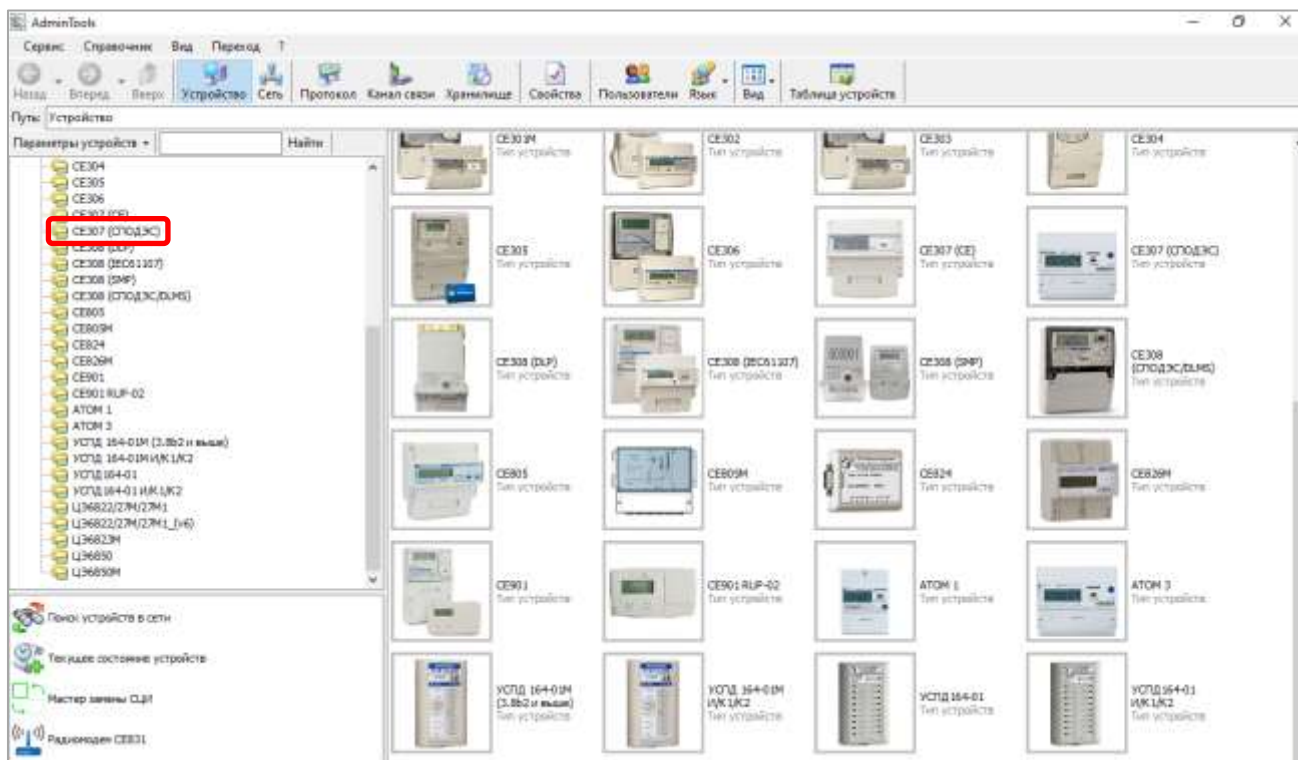

Рисунок 18 – Вид окна программы для выбора типа счётчика
5.3.3.2 Выберите протокол обмена СПОДЭС, тип устройства «CE 307» (см. рисунок 18).